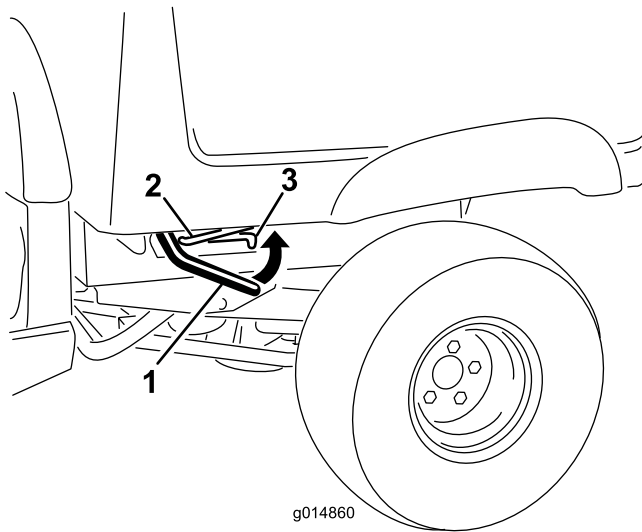

Figure 11
1. Levez le levier de chaque côté du plateau et relevez le plateau (Figure 11).
1. Relevez légèrement le plateau en soulevant le levier de verrouillage (Figure 11).
3. Abaissez le plateau jusqu'à ce qu'il se verrouille fermement (Figure 11).